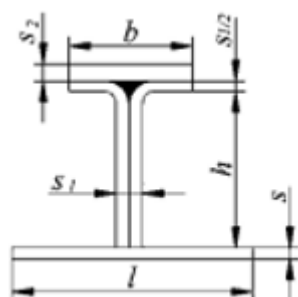

Рисунок 1. Т-образные балки набора
- 1) набор Т-образной формы (рис. 1);